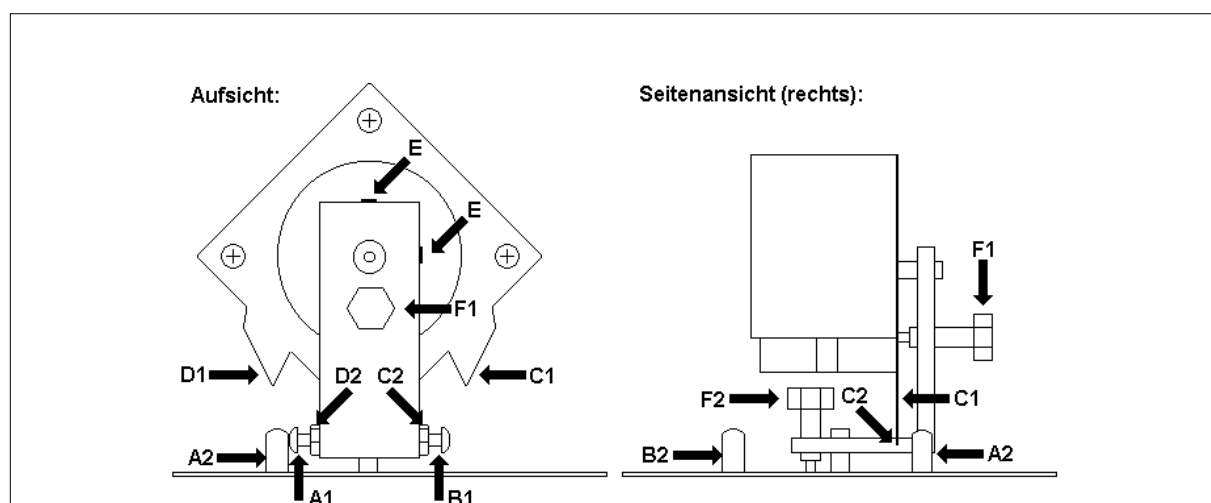

Abb. 2
Selektieren Sie „St 2“ (Schritt 2), so daß die Schraube (A1) in Abb.2 am oberen mechanischen Anschlag (A2) positioniert wird.
1. Selektieren Sie „St 4“ (Schritt 4), damit der obere mechanische Anschlag (C1) wie in Abb. 2 gezeigt, an der Ecke des Spiegelhalters (C2) positioniert wird.
2. Lösen Sie die beiden Madenschrauben (E), die die Achse des Motors halten. Beachten Sie, daß der Motor nicht aus seiner vertikalen Lage verschoben wird.